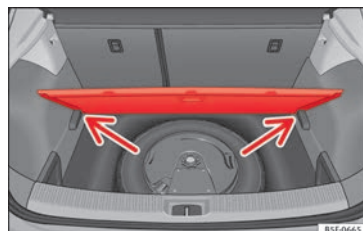

Fig. 180 Bagagliaio: piano variabile
- Appoggiare il piano sugli appositi alloggiamenti » » » **fig. 180** (freccie).